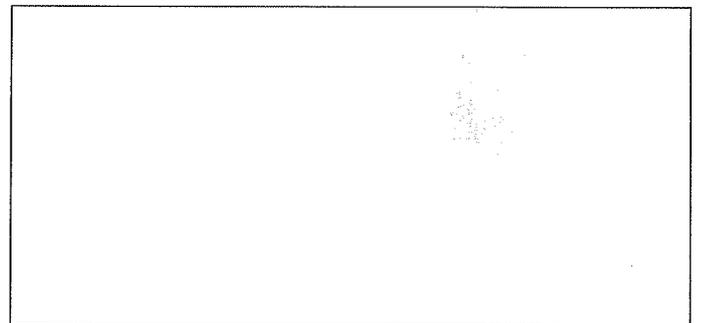

Рис. 45. Размещение датчиков тросов.
Закройте пульт управления, установите главный переключатель (IG) в положение «1» и выполняйте подъем до момента отключения ловителей (A-B-C-D); затем установите переключатель в положение «0» и закройте ловители. Переведите главный переключатель (IG) в положение «1» (Рис.49), нажмите кнопку режима опускания (P2) и проверьте опускание платформ подъемника. Если опускания не происходит, проверьте настройку датчиков всех четырех тросов (поз.17, Рис.45) и, при необходимости, произведите их регулировку винтом в микровыключателе (поз. 36, Рис. 50).